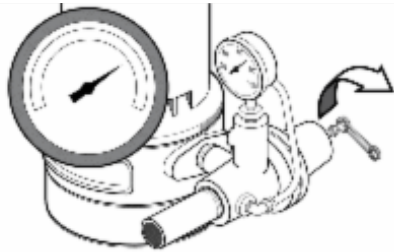
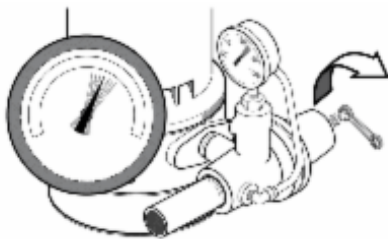
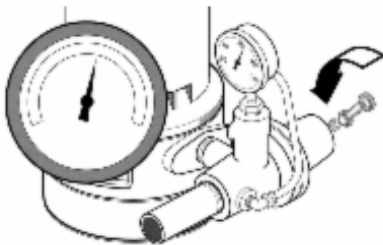

Figura 14A: Abra la válvula reguladora
Figura 14B: Esté atento a la oscilación del manómetro
Figura 14C: Cierre la válvula reguladora hasta que se estabilice la presión
4. Una vez que la unidad se haya cebado y la presión se haya estabilizado, abra lentamente (gire en sentido antihorario - Figura 14A) la válvula reguladora hasta que la presión descienda (la aguja del manómetro oscila; la bomba puede volverse ruidosa - Figura 14B). En este punto, cierre (gire en sentido horario) la válvula reguladora ligeramente hasta que la presión se estabilice. Esta configuración proporciona el flujo máximo (Figura 14C).